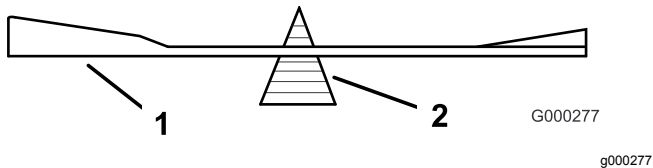

Figure 81
- Vérifiez l'équilibre de la lame en la plaçant sur un équilibreur (Figure 81).